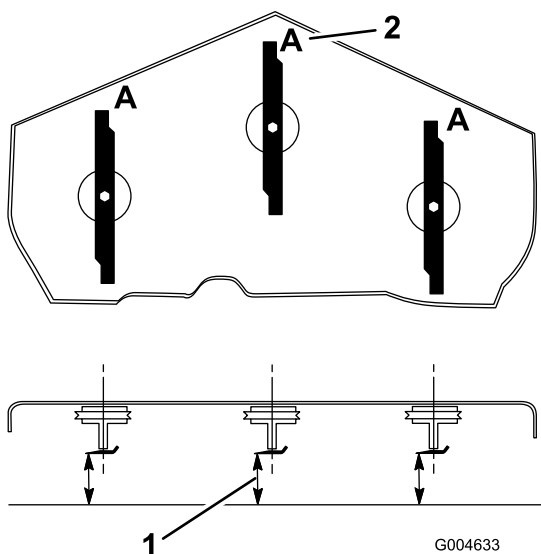

Figura 22
3. Gire las cuchillas hasta que los extremos estén orientados hacia adelante y hacia atrás (Figura 22). Mida desde una superficie nivelada hasta el filo de corte, posición A, de las cuchillas (Figura 22). Anote esta dimensión.